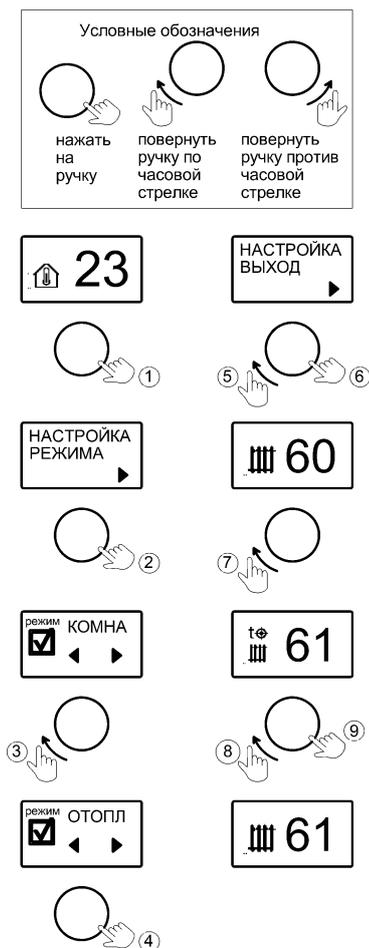
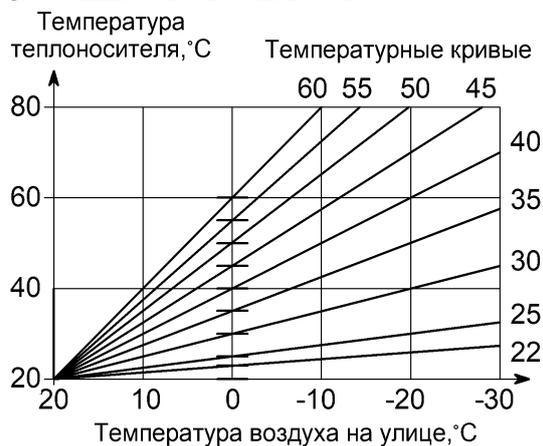

Рисунок 4. Выбор и настройка температуры режима «ОТОПЛЕНИЕ»
Рисунок 6. Зависимость температуры теплоносителя от температуры воздуха на улице
9.1 «ОТОПЛЕНИЕ» – режим поддержания температуры тепло-носителя. Датчики температуры воздуха в алгоритме не участвуют. Заводская настройка температуры теплоносителя **70°C**. Активация режима и настройка температуры показана на рис.4. Температуру можно задать в диапазоне от +8°C до +85°C.
9.3 «УЛИЧНЫЙ» – режим поддержания температуры теплоносителя в зависимости от температуры воздуха на улице по одной из погодозависимых кривых (см. рис. 6). Датчик температуры воздуха устанавливается на улице.
Заводская настройка - 40. Это означает, что при 0°C на улице, температура теплоносителя будет +40°C. При понижении температуры на улице до -10°C, температура теплоносителя увеличится и составит около +50°C. Для изменения заводской настройки нужно в соответствии с рис. 6 выбрать ту кривую, при которой в помещении станет комфортно. Если в помещении холодно - следует выбрать кривую с большим номиналом, если жарко - с меньшим. Чем больше величина теплотеря здания, тем выше номер кривой. Активация режима и изменения значения кривой ПЗУ показано на рис. 7.
10.1 Во вкладке «РЕЖИМ РАБОТЫ», выбирается основной режим работы котла («ОТОПЛЕНИЕ», «КОМНАТНЫЙ», «УЛИЧНЫЙ») - см. рис. 4, рис.5, рис.6.
Подключение должен выполнять квалифицированный специалист. При выборе роли «КОМНАТНЫЙ» и активации режима «КОМНАТНЫЙ» (см. рис.5) котел будет поддерживать заданное значение температуры воздуха в помещении. При выборе роли «УЛИЧНЫЙ» и активации режима «УЛИЧНЫЙ» (см. рис.6) котел будет поддерживать температуру теплоносителя в зависимости от температуры воздуха на улице. Чем ниже будет температура воздуха на улице, тем будет выше температура теплоносителя.